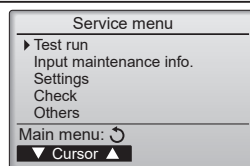

Fig. 7-1
- (1) Vælg "Test run" (testkørsel) fra Service menu (servicemenu), og tryk på knappen [VÆLG]. (Fig. 7-1)